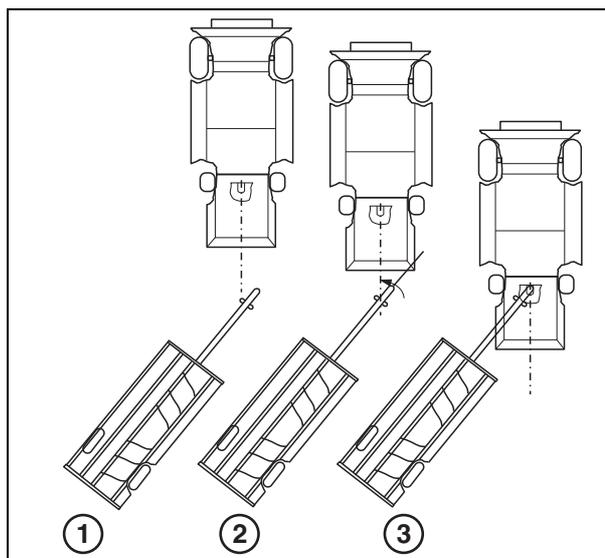

Рисунок 9
(Рис. 9)
1. Подогнать комбайн задним ходом по направлению к прицепу под углом, как показано на (Рис. 9).